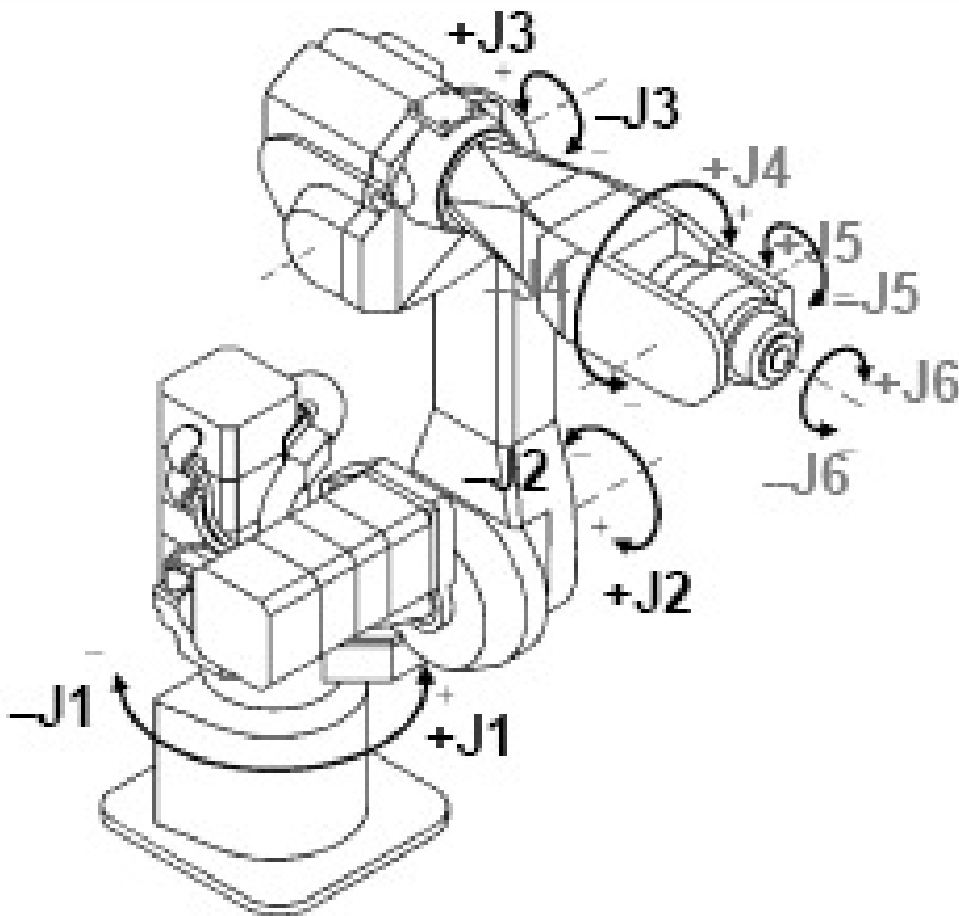
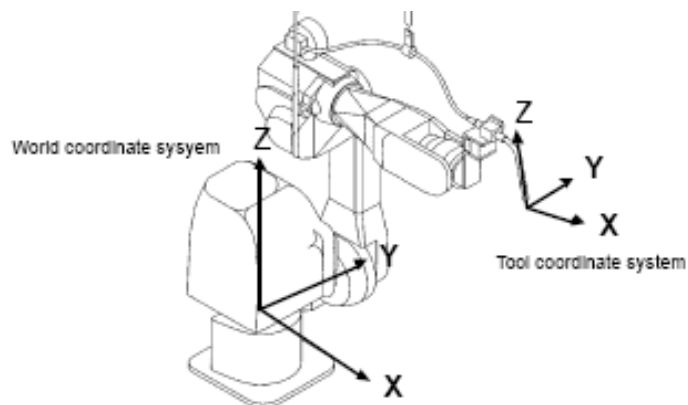

Figura 1 – Eixos do Manipulador FANUC.
Figura 6 – Sistema de coordenadas do mundo (*WORLD*) e da ferramenta (*TOOL*).
O primeiro capítulo é, por razões óbvias, dedicado à segurança. Isto porque o manipulador Fanuc M6i-B se trata de uma máquina perigosa quando não operada com os devidos cuidados, dado que se pode movimentar em várias direcções muitas vezes imprevisíveis (Figura 1).
3-5. Utilize as teclas **(-J1)**, **(+J1)**, **(-J2)**, **(+J2)**, (...), **(-J6)**, **(+J6)** para mover independentemente cada uma das juntas (consultar Figura 1 para ver a numeração das juntas)
O robô pode ser movimentado utilizando como referência vários sistemas de coordenadas. Na sequência 3 foi utilizado o referencial das juntas (*JOINT*)(Figura 1), ou seja, o robô move cada uma das juntas independentemente. No entanto, este sistema de coordenadas não é o mais indicado para a maioria das tarefas. Existem outros mais fáceis de serem operados e mesmo de visualizar, nomeadamente o sistema *WORLD* ou o *TOOL* (Figura 6).
4-3. Utilize as teclas (-X), (+X), (-Y), (+Y), (...), (U), (Z) para mover independentemente cada uma das juntas (consultar Figura 1 para ver a numeração das juntas)